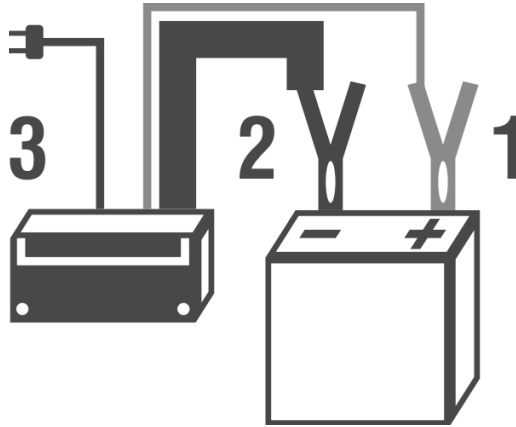

Fig. 3 – Secuencia para conectar el cargador en la batería
- 1 - Conecte la garra roja del cargador en el polo positivo de la batería (posición 1 de la Fig. 3);
- 2 - Conecte la garra negra del cargador en el polo negativo de la batería (posición 2 de la Fig. 3);
- 10 - Desconecte la garra negra del polo negativo de la batería (posición 2, Fig. 3);
- 11 - Desconecte la garra roja del polo positivo de la batería (posición 1, Fig. 3);
- 3 - Conecte el enchufe del cargador en la toma (posición 3 de la Fig. 3);